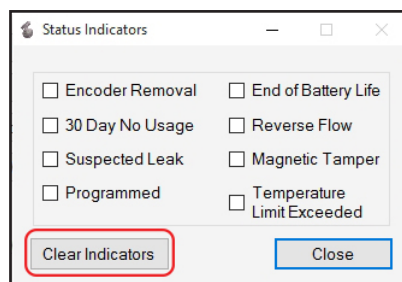

Figura 27: Indicadores de estado
1. Con el cabezal IR alineado, haga clic en **View Indicators (Ver indicadores)**. Aparece la ventana emergente de Indicadores de estado (Figura 27).